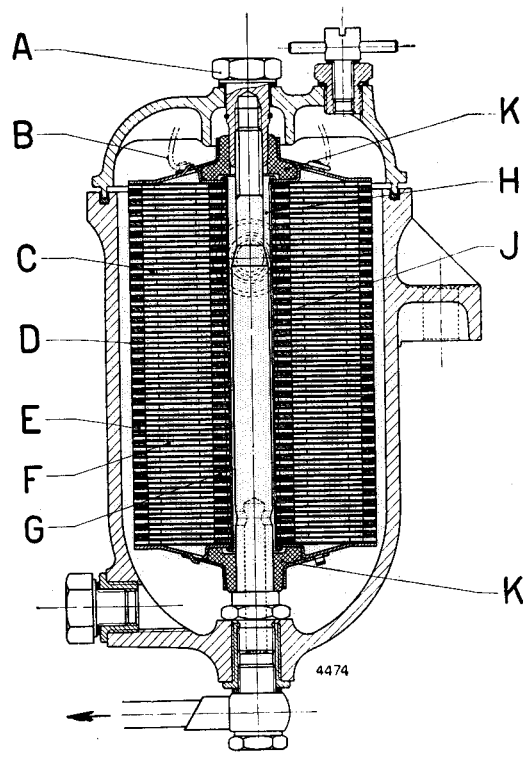

Fig. 40 Filtre à combustible SAURER
**Filtre à combustible :** Le filtrage fin du gasoil s'opère dans le filtre à combustible (Fig. 40). L'élément de filtrage se compose d'un certain nombre de disques en papier-filtre qui retiennent les impûretés contenues dans le combustible ; grâce à la soupape de refoulement 13 (Fig. 39) une petite quantité de combustible est constamment refoulée au réservoir ce qui assure automatiquement l'évacuation de l'air des conduites.
Démontage de l'élément de filtrage : On changera l'élément de filtrage (Fig. 40). Contrôler si les joints en feutre sont en bon état, car sans cela, du gasoil non filtré pénétrerait dans la pompe d'injection.